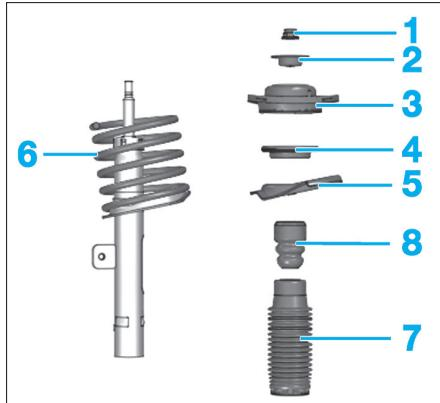

Fig. 16
- A l'aide de l'outil [1] (Fig.16), comprimer le ressort de suspension jusqu'à soulager sa pression sur les coupelles.
- l'écrou (1) (Fig.16),
- la rondelle (2),
- le support (3),
- la butée à billes (4),
- la coupelle d'appui (5),
- le ressort (6) avec le compresseur,
- le soufflet (7),
- la butée d'attaque (8).